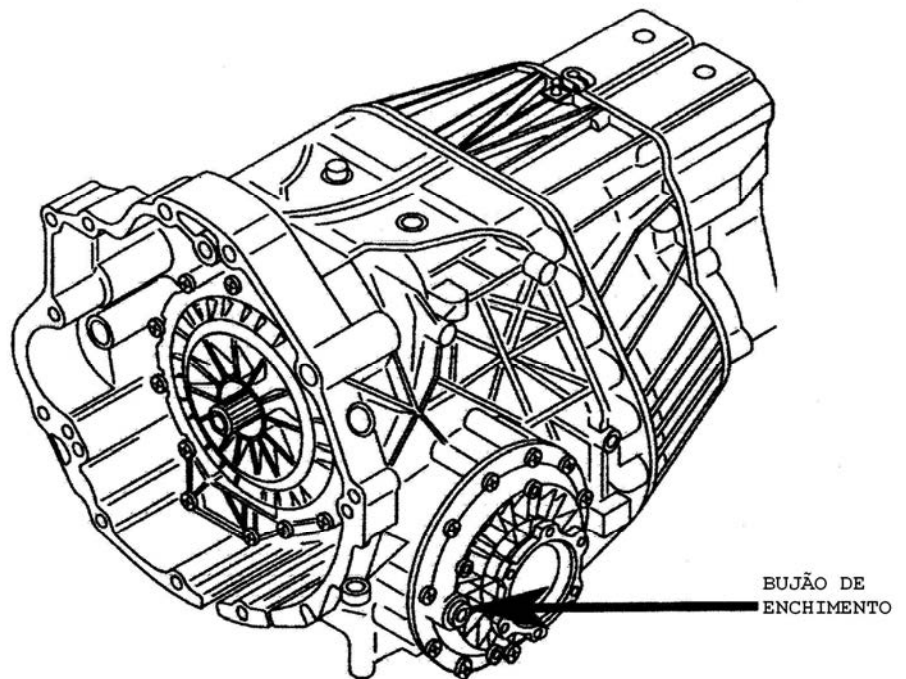

Figura 1 - Localização do bujão de enchimento do óleo do diferencial.
- Remova o bujão de verificação, conforme indicado pela figura 1.